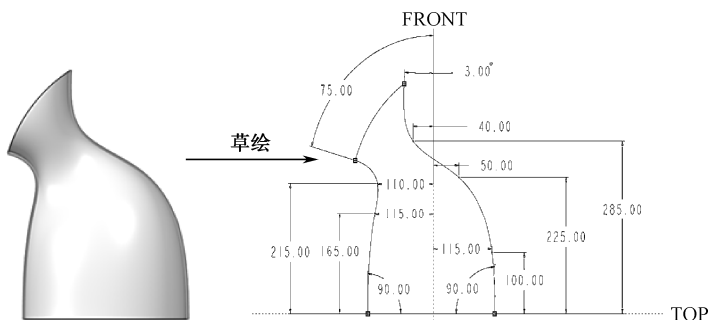

图 7-50 蒸脸器侧面轮廓曲线“草绘 4”
(2) 参照分步骤 (1)，绘制蒸脸器侧面曲线，选择绘图区中的 RIGHT 平面作为草绘平面，TOP 平面作为参照平面，参考方向为顶。单击【草绘】进入草绘模式。绘制时需要捕捉相交 1 和草绘 3 中的草绘线端点作为参照点。单击 按钮绘制蒸脸器侧面轮廓曲线“草绘 4”，如图 7-50 所示。